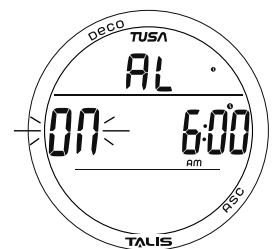

Abb. 11A - TÄGLICHER ALARM STATUS
**STATUS DES TÄGLICHEN ALARMS**, Informationen beinhalten (Abb. 11A):